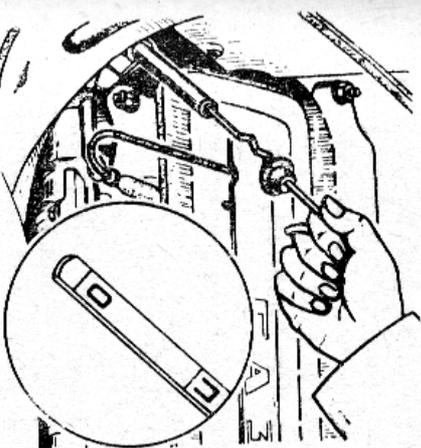

Рис. 18. Проверка уровня масла в автоматической передаче.
12. **Автоматическая передача.** Проверьте уровень масла ежедневно на маслоуказателе (рис. 18) в следующем порядке: прогрейте с небольшим открытием дросселя двигатель и автоматическую передачу в течение нескольких минут при включенной передаче и затормозив автомобиль.